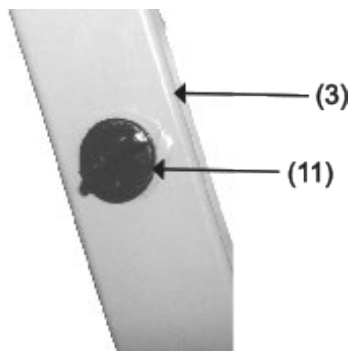

Figura 2
3. Fixați bara transversală (8) atât pe suportul principal (3) cât și pe picior (1). Glisați șaiba elastică (9) și șaiba (10) pe șurubul (5). Introduceți prin suportul principal (3) și în bara transversală (8). Din partea opusă, glisați Șaiba elastică (9) și Șaiba (10) pe al doilea șurub (5) și introduceți-l în picior (1) și în Bara transversală (8).
6. Deșurubați și scoateți ambele dopuri (11) și umpleți suportul cu nisip pentru a reduce zgomotul la utilizarea produsului. Folosiți doar nisip pentru a umple suportul. Nu utilizați niciun alt material sau orice lichid pentru a umple suportul. Înșurubați dopurile înapoi pe suport. Consultați Figura 2 pentru detalii.